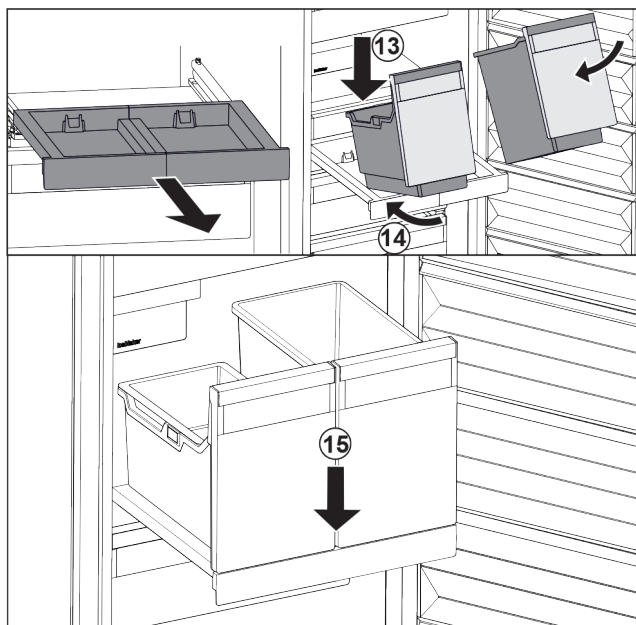

Fig. 39
- Sätt på behållaren i vinkel på utdragshyllan. Fig. 39 (13)
- Skjut in behållaren i vinkel så långt det går. Fig. 39 (14)
- Sätt ned behållaren framtill. Fig. 39 (15)